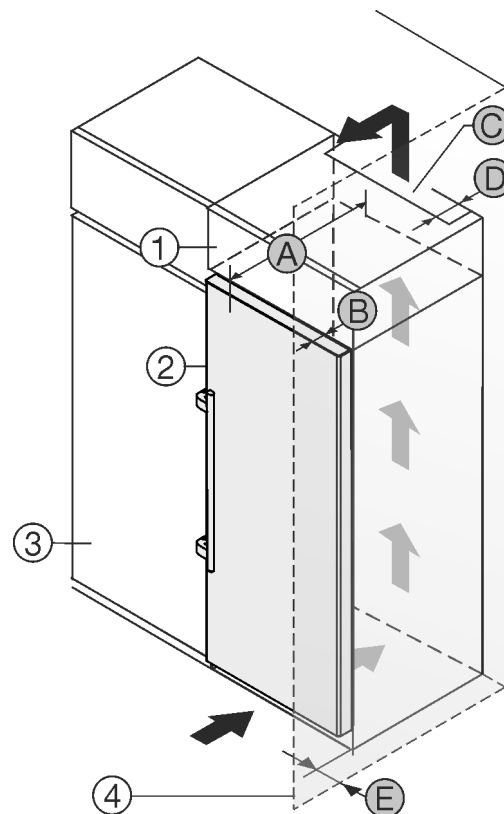

Fig. 1
- (1) Overskab
- (2) Apparat
- (3) Køkkenskab
- (4) Væg
- (A) Apparatdybde
- (B) Dørens dybde
- (C) Ventilationstværsnit
- (D) Afstand, apparatets bagside
- (E) Afstand til apparatets side
Du kan opstille apparatet direkte ved siden af køkkenskabet Fig. 1 (3).
På bagsiden af overskabet skal der være en ventilationskanal med dybden Fig. 1 (D) over hele overskabets bredde.
Ventilationstværsnittet Fig. 1 (C) under rummets loft skal overholdes.
Hvis apparatet opstilles med hængslerne ved siden af en væg Fig. 1 (4), skal afstanden mellem apparatet og væggen være mindst 57 mm. Dette svarer til det, som grebet rager frem, når døren er åben.
For at døren kan åbnes helt, skal apparatet rage frem med dørens dybde Fig. 1 (B) i forhold til køkkenskabets forside. Apparatet kan rage mere ud afhængigt af køkkenskabenes Fig. 1 (3) dybde og anvendelsen af vægafstandsholdere.